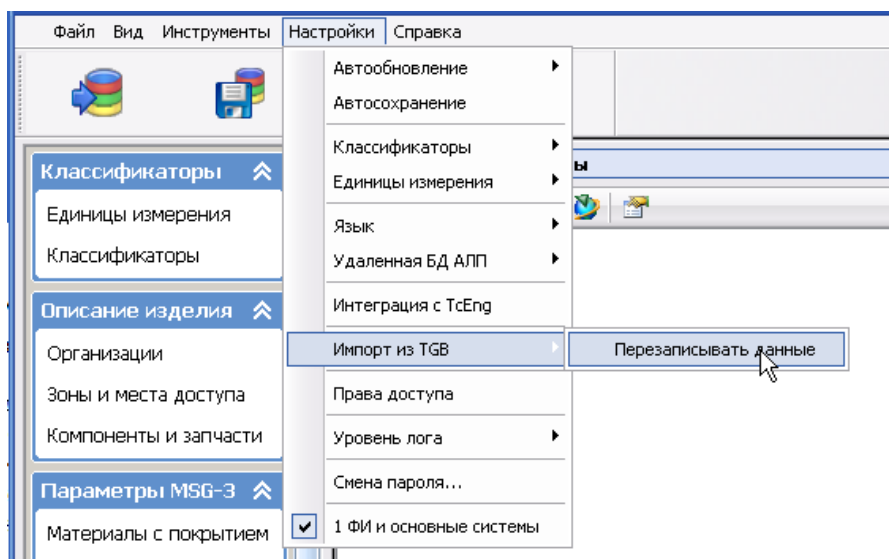

Рис. 2-64
- В меню главного окна программы выберите **Настройки** → **Импорт из TGB** → **Перезаписывать данные** (рис. 2-64).